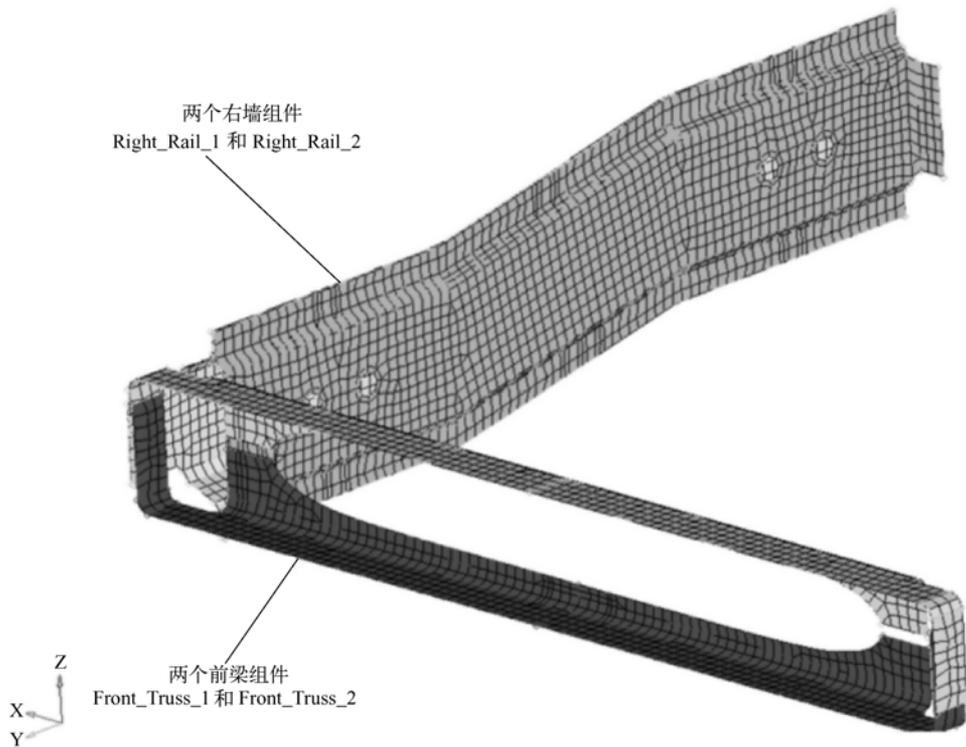

图 6-46 `assem_3` 中的几何模型和网格模型
- (1) 在 Model Browser 中，确认对象选择选项已设置为 Elements and Geometry (📐)。
(2) 右键单击 `assem_3`，在弹出菜单中选择 `Isolate`，如图 6-46 所示。